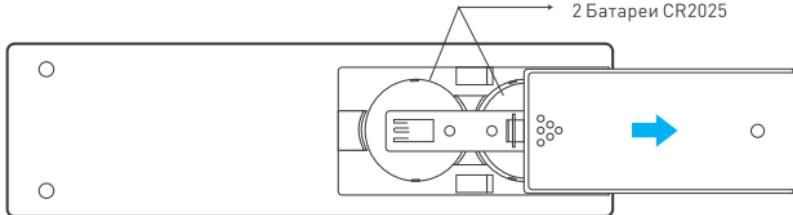

Рис. 1. Схема установки батареи в батарейный отсек.
- 3.2. Откройте батарейный отсек пульта и установите элементы питания. Соблюдайте полярность установки, обозначенную на корпусе. На Рис. 1 показана схема установки батарей.